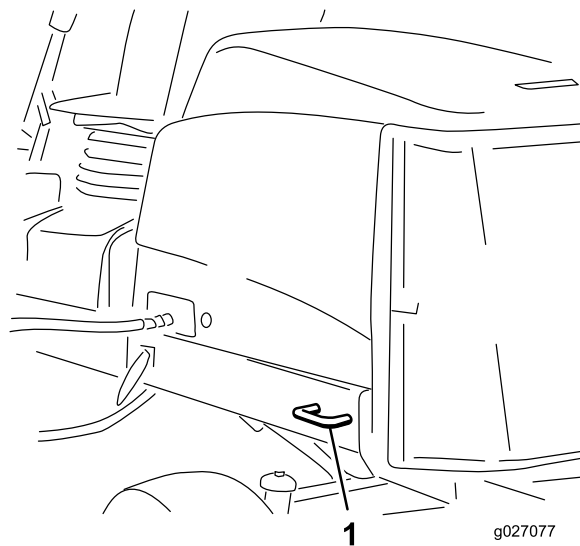

Figura 39
- Posteriori – ogni lato della macchina sul telaio posteriore (Figura 39)